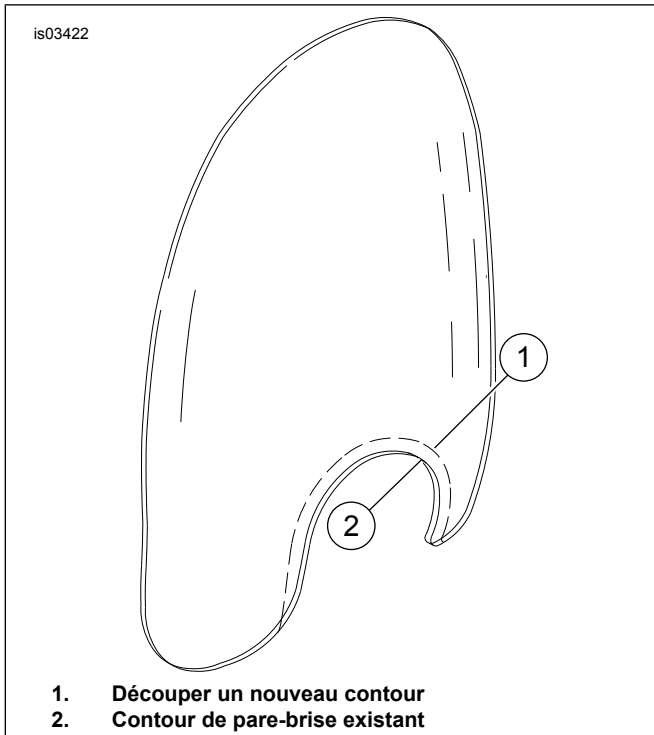

Figure 9. Découpe d'un pare-brise amovible
1. Voir Figure 9. Couvrir le bas du pare-brise, sur une hauteur de 50 mm (2 in) dans la zone la plus proche du contour de phare, de deux épaisseurs de ruban-cache des deux côtés du pare-brise. Ce ruban fournit une surface pour marquer la nouvelle découpe, et permet de couper sans bavure.
2. Marquer l'emplacement de la nouvelle découpe le long du contour de phare existant et à une distance d'environ 31,8 mm (1 1/4 in) de ce dernier, comme indiqué dans la Figure 9 en ligne pointillée (1).